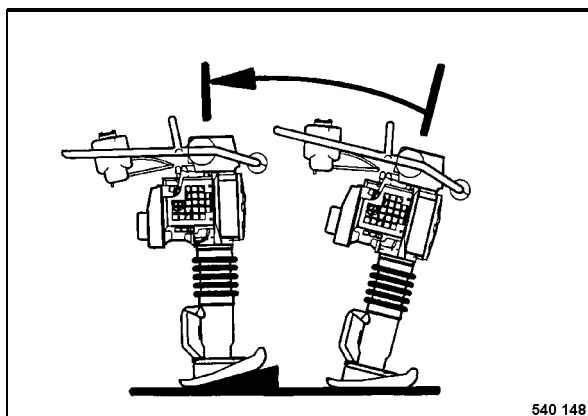

Fig. 32
- Colocar la apisonadora (Fig. 32) en posición vertical y socalzarla de forma segura.